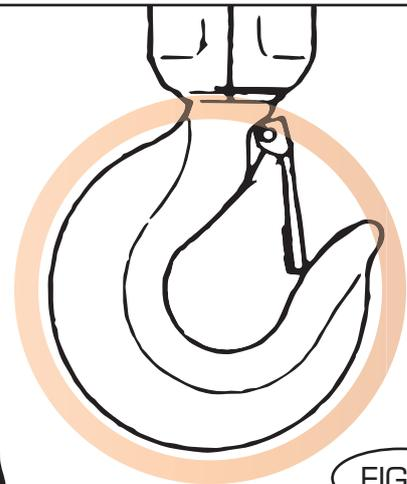

FIG. 7
(1) De haakbevestigingsring waaraan de bovenste haak van de elektrische kettingtakel moet worden bevestigd, moet voldoende sterk zijn om een belasting van ten minste 5 keer de nominale belasting te kunnen weerstaan.
(2) De dwarsdoorsnede vorm van de haakbevestigingsring moet voldoende afgerond zijn en vrij van scherpe hoeken. Breng ook vet of een ander smeermiddel aan op de contactvlakken van de haak en de ring.
(3) Controleer na voltooiing van de installatie van het elektrische kettingtakel van het BETA-type of de veiligheidsgrendel van de bovenste haak volledig gesloten is. (Zie Afb. 7.)